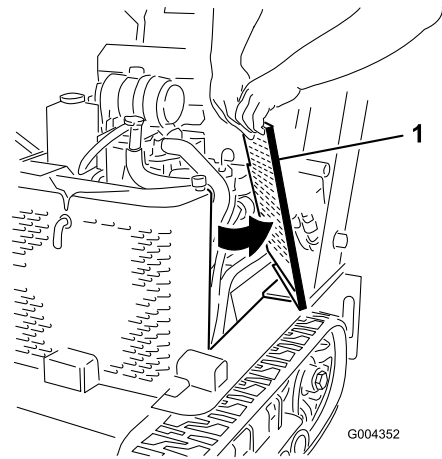

Figura 27
2. Glisați scuturile laterale de protecție (Figura 27) în sus și în afara fantelor din scutul frontal în cadru.